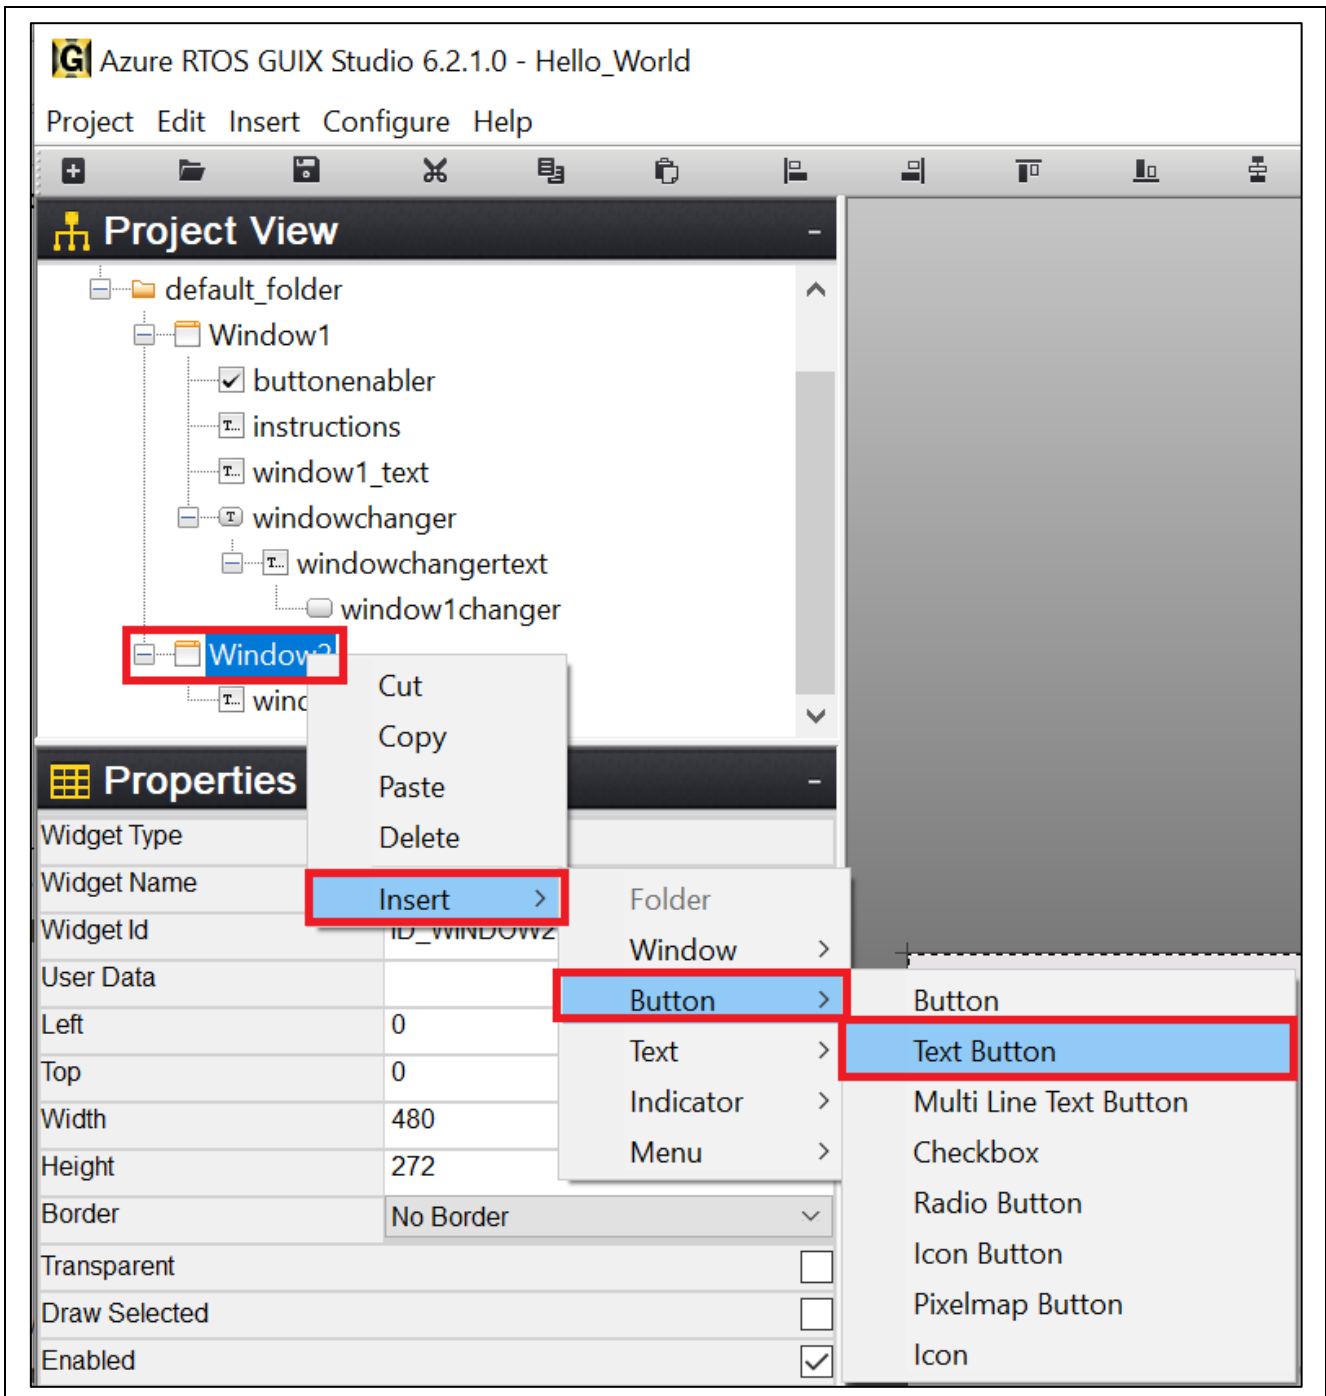

図 64. Window2 の Text Button の挿入
27. 図 64 のように、Window2 を右クリックし、text\_button を挿入します。(Insert > Button > Text Button)